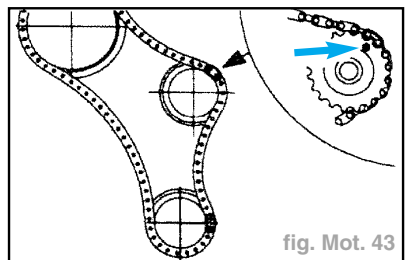

fig. Mot. 43
- Poser la chaîne d'entraînement de pompe à huile (fig. Mot. 43).